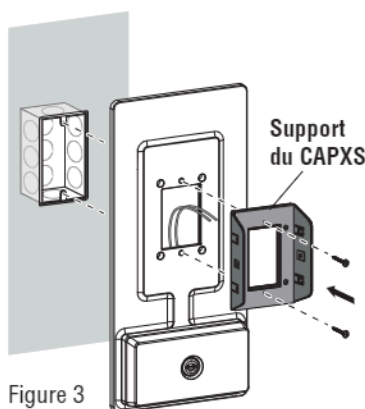

Figure 3
6. Fasten to the gang box or wall through the Mounting Bracket and Trim Panel using the hardware specified in the CAPXS Installation Manual. (See Figure 3)
6. Fixez la boîte de commande ou au mur en passant par le support de montage et le panneau d'habillage à l'aide du matériel spécifié dans le manuel d'installation du CAPXS. (Voir figure 3)